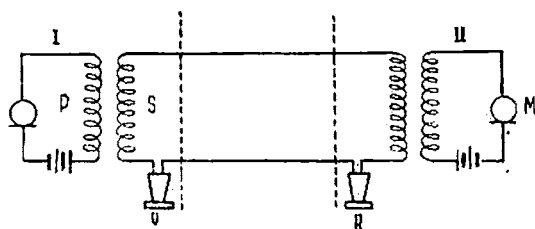

Fig. 279. — Schema unei instalații telefonice
**188. Telefonie.** Transmiterea sunetelor la mare distanță cu ajutorul curentului electric se poate face printr-o instalație telefonică a cărei schemă este arătată în fig. 279 și care cuprinde două posturi, I și II. Fiecare dintre posturile telefonice se compune din câte două circuite constituind o bobină de inducție. În